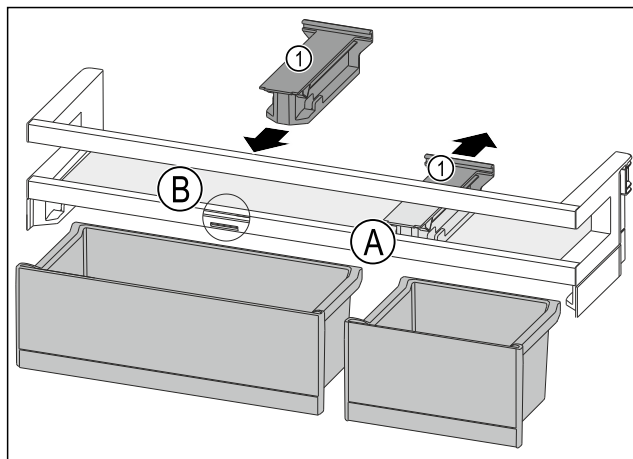

Fig. 85
- ▶ Trekk av holdedelen Fig. 85 (1) i posisjon Fig. 85 (A) bakover.
- ▶ Sett inn holdedelen Fig. 85 (1) i posisjon Fig. 85 (B).